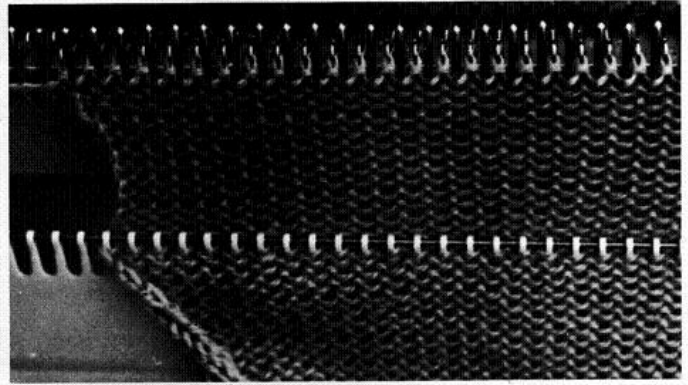

Fig. 41
- Fixer le tendeur en piquant les œillets dans le tricot en veillant à bien répartir les mailles entre les œillets et à bien le centrer (fig. 41).